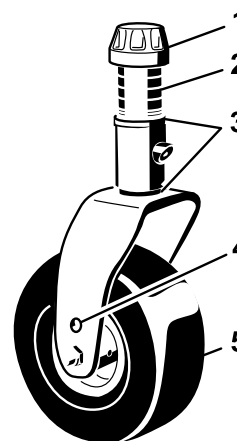

Figure 85
- Enlevez le chapeau de tension de l'axe de pivot et sortez l'axe du bras de la roue pivotante (Figure 85).